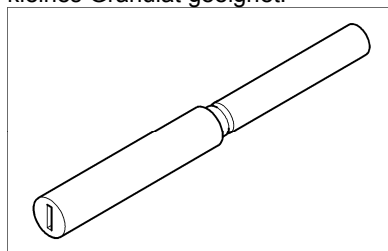

Abb. 6: Flachdüse – rot markiert
- Beachten Sie, dass das Programm Nr. 7 nicht für die rote Flachdüse geeignet ist (siehe Abb. 6).